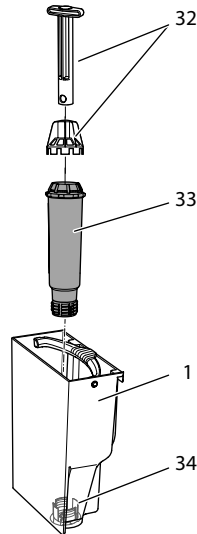

Fig. 19: Enroscar/desenroscar el filtro de agua
- Retire el filtro de agua (véase Fig. 19 en la página 170).
9. Coloque un filtro nuevo dentro del depósito de agua (véase Fig. 19).
3. Retire el filtro de agua (véase *Fig. 19*).